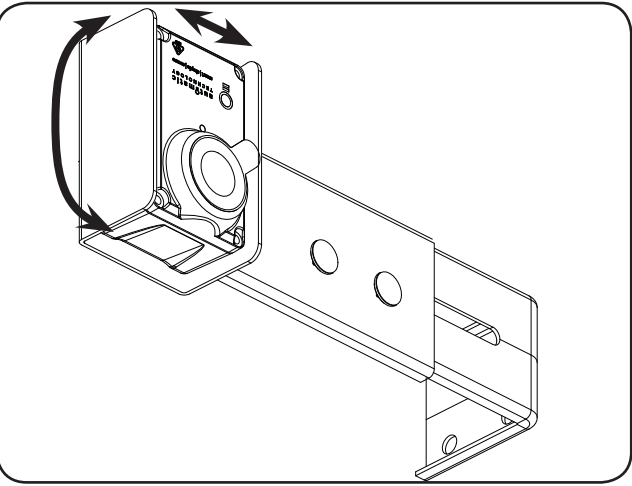

Fig. 6.3.3
- Régler l'émetteur et/ou le récepteur horizontalement et/ou verticalement jusqu'à ce que la diode rouge du récepteur reste allumée en permanence et que le système de commande cesse d'émettre un bip, indiquant que l'alignement est effectué (Fig. 6.3.3).